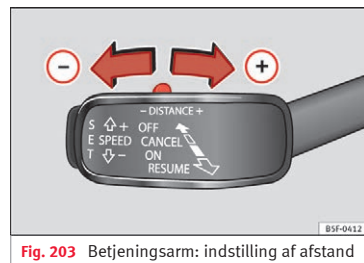

Fig. 203 Betjeningsarm: indstilling af afstand
- Tryk på vippekontakten for at få vist den aktuelle indstillede afstand » Fig. 203.